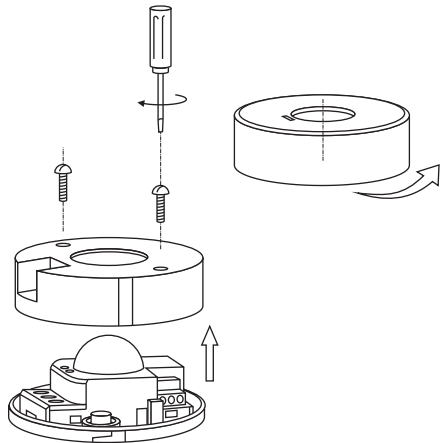

Рис. 1
1. Открутить внешний плафон датчика. Открутить два винта и снять крышку датчика (Рис. 1).